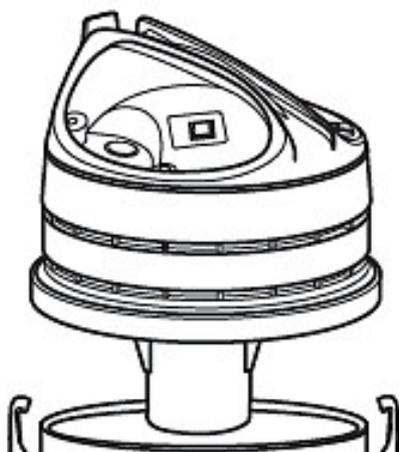

Abb. 7: Filter einsetzen und Motorkopf einsetzen
Schritt 2: Setzen Sie den Motorkopf auf den Behälter und verschließen Sie ihn mit Hilfe der Klammern (Abb. 7).